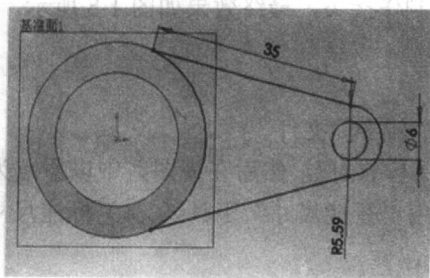

图 1-12 绘制的草图
(5) 在“设计树”管理器中选择基准面 1，然后将视图设置为“正视图”视图。使用“直线”工具（)、“3 点圆弧”工具（) 和“圆”工具（) 绘制草图，并使用“智能尺寸”工具（) 标注尺寸，如图 1-12 所示。